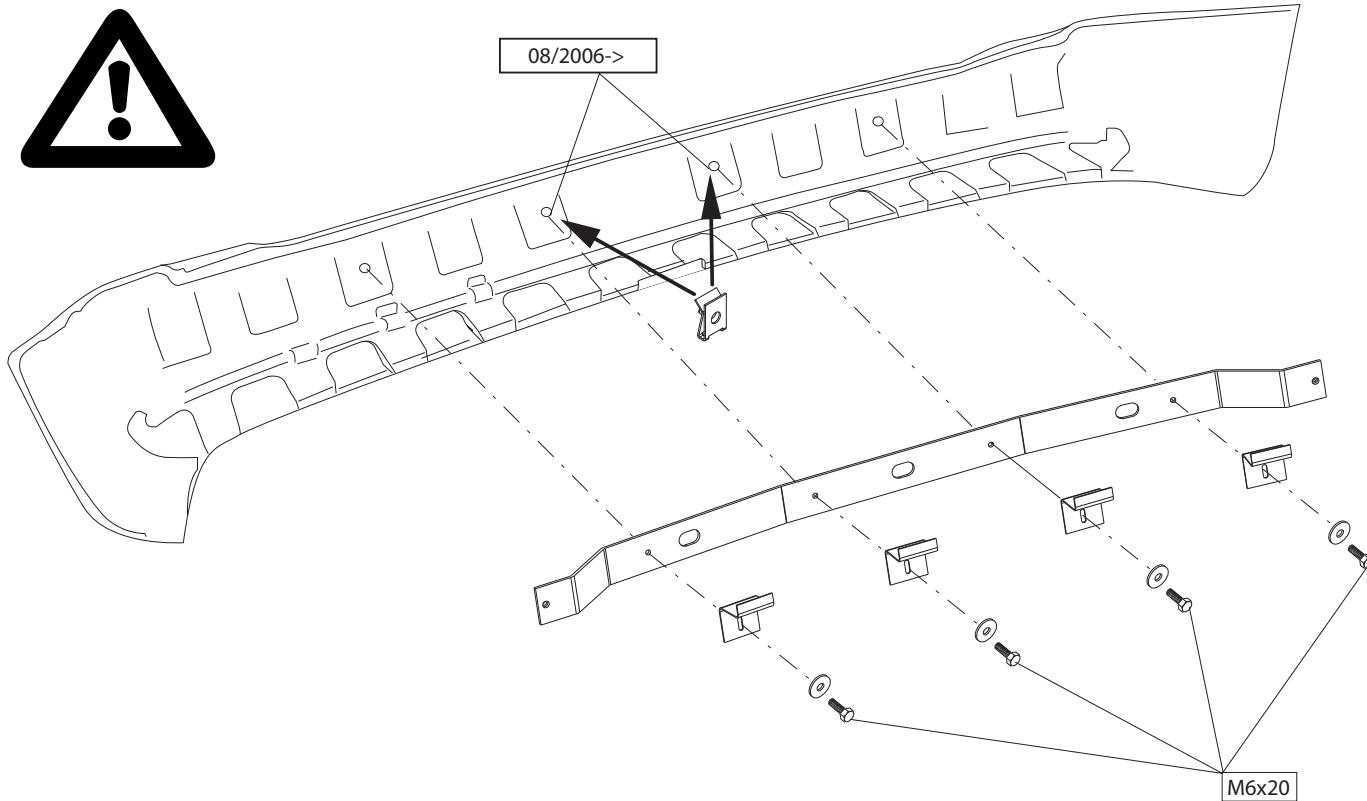

Fig. 2
- Установите прилагаемое бампер внутри бампера.(см. рис. 2).